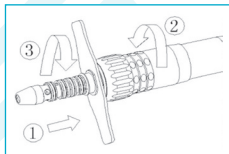

Fig. 6-4
- Vissez le coupleur à LED sur le cordon turbine (Fig. 6-4①)
- Serrez le bouchon fileté du cordon turbine avec la clé (livrée avec le dispositif médical). (Fig. 6-4②③).